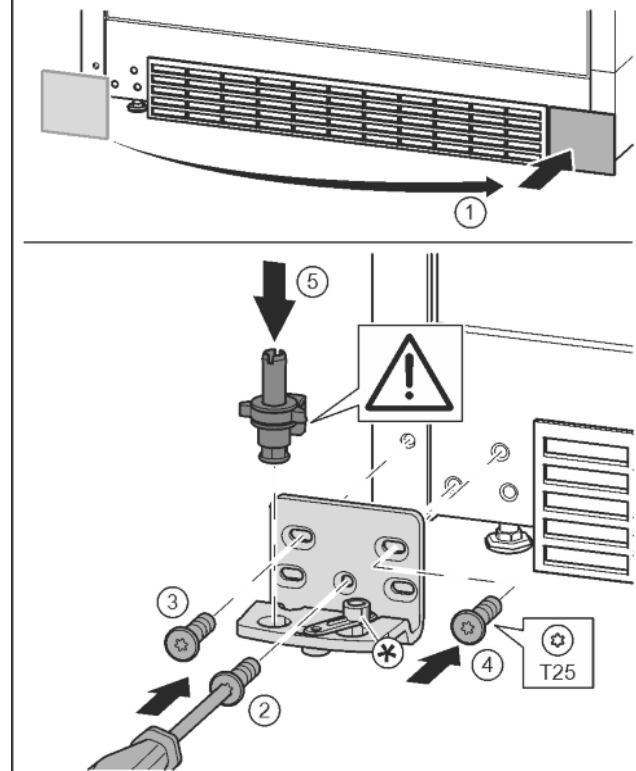

Fig. 13
- ▶ Abdeckung abnehmen und auf der anderen Seite anbringen. Fig. 13 (1)
- ▶ Lagerbock auf der anderen Seite ansetzen und mit Hilfe eines Schraubendrehers T25 anschrauben. Mit Schraube 2 unten in der Mitte beginnen. Fig. 13 (2)
- ▶ Schraube 3 und 4 festschrauben. Fig. 13 (3, 4)
- ▶ Lagerbolzen komplett einsetzen. Dabei darauf achten, dass der Rastnocken nach hinten zeigt. Fig. 13 (5)